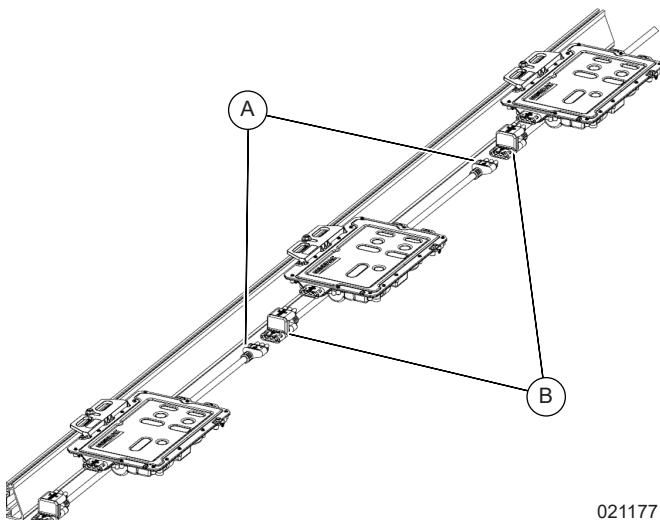

Figura 4-8. Conexión de cables troncales de CA
2. Consulte la Figura 4-8. El conector macho con llave (A) del primer cable troncal de CA se conectará al conector hembra (B) del conector en H del cable troncal de la caja de conexiones. Los conectores deben encajar fácilmente. Verifique que cada uno esté bien asegurado.